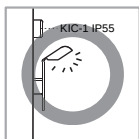

FIG.1
- Evite quaisquer fontes de iluminação artificiais apontadas diretamente ao KIC-1 IP55 como iluminação ligada (Ver FIG.1).